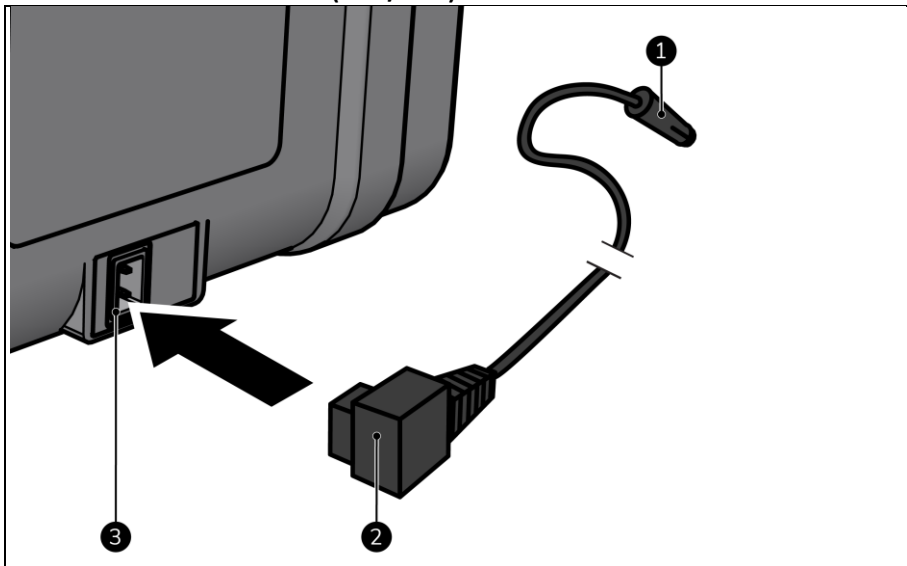

Figura 8
3. Introduceți conectorul de alimentare (Figura 8, poziția 2) în sursa de alimentare a dispozitivului (Figura 8, poziția 3).
4. Introduceți mufa de alimentare auxiliară (Figura 8, poziția 1) într-o sursă de alimentare auxiliară de 12 sau 24V ușor accesibilă din vehicul sau ambarcațiune.